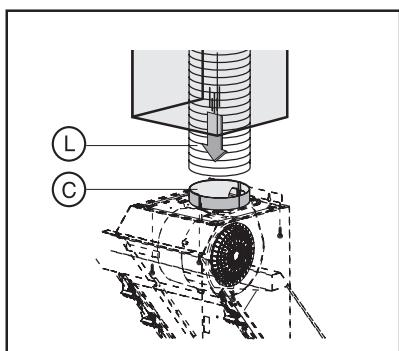

Рис. 14
6. Если Ваша вытяжка будет работать в режиме отвода воздуха в вентиляционную шахту (см. пункт «Эксплуатация вытяжки»), подсоедините воздуховод L (в комплект поставки не входит) к выходному отверстию С вытяжки (см. рис.14). Рекомендуется использовать воздуховод диаметром 150 мм. Использование воздуховода диаметром 120 мм снижает производительность и увеличивает шум при работе вытяжки. Если все же Вы устанавливаете воздуховод диаметром 120 мм, то на выходное отверстие С предварительно необходимо установить переходной фланец, имеющийся в комплекте поставки. Место стыковки переходного фланца с выходным отверстием вытяжки и воздуховода с переходным фланцем необходимо промазать герметиком, а сам воздуховод закрепить с помощью хомута (в комплект поставки не входит и приобретается отдельно).